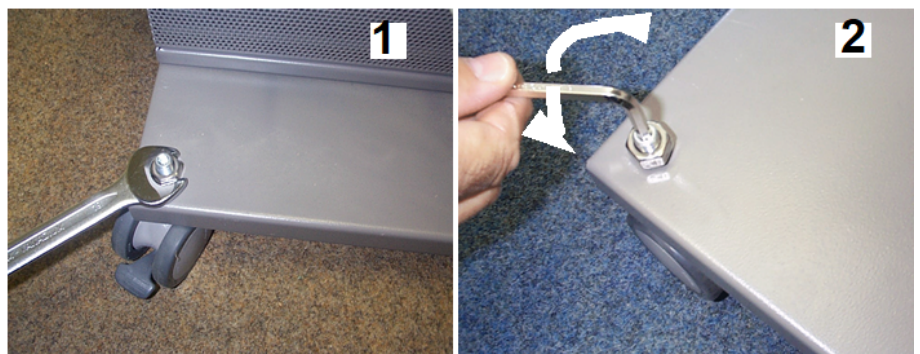

Figura 10: Ajuste da altura das rodas
- 3) Num sistema de várias caixas, deve retirar as outras tampas das caixas inferiores, segundo a descrição na etapa 2 (ver Figura 10).